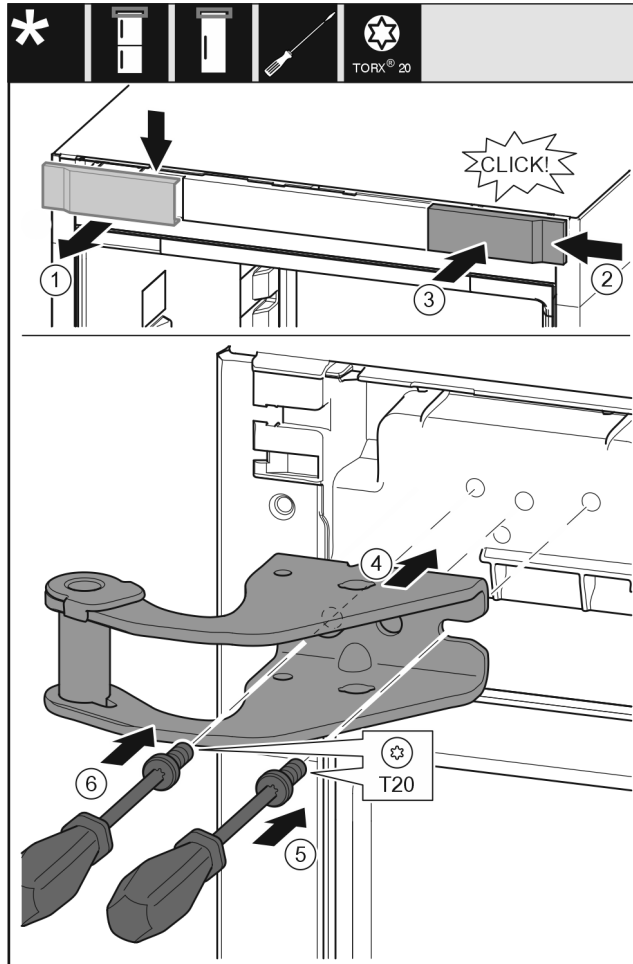

Fig. 10
- Vegye ki felülről az alsó fedelet előrefelé. Fig. 10 (1)
- Akassza be a fedelet 180°-kal elfordítva a másik oldalra jobbról. Fig. 10 (2)
- Pattintsa be a fedelet. Fig. 10 (3)
- Helyezze fel a felső csapágybakot. Fig. 10 (4)
- Helyezze fel és húzza meg a csavart a T20 csavarhúzóval. Fig. 10 (5)
- Helyezze be és húzza meg a csavart a T20 csavarhúzóval. Fig. 10 (6)